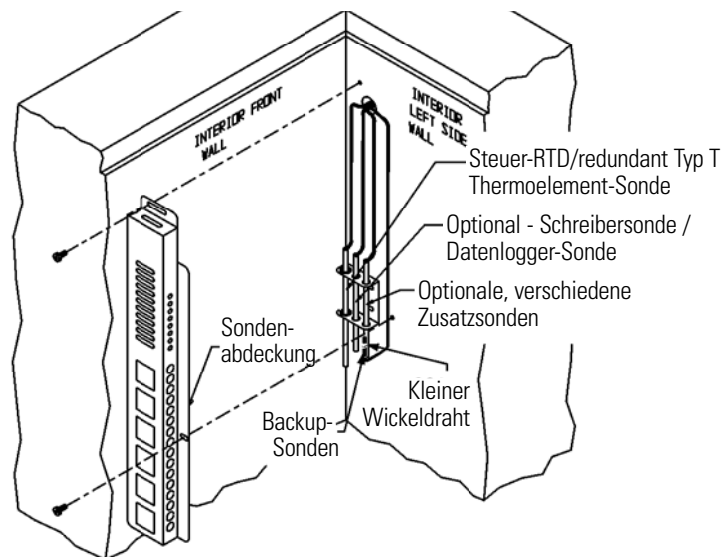

Abb. 6-5. Sondenanordnung
4. Tiefkühlgerätdeckel öffnen und Sondenabdeckung oben an der linken Vorderseite anbringen. Die beiden Phillips-Kopfschrauben, mit denen die Sondenabdeckung fixiert ist, entfernen (siehe Abb. 6-5).
5. BUS-Sonde durch die Sondenöffnung, ca. 12", einschieben. Back-up Sonde an der Temperatursonde mit Hilfe eines kleinen Wickeldrahts befestigen (Abb. 6-5).
7. Sondenabdeckung erneut installieren (Abb. 6-5).